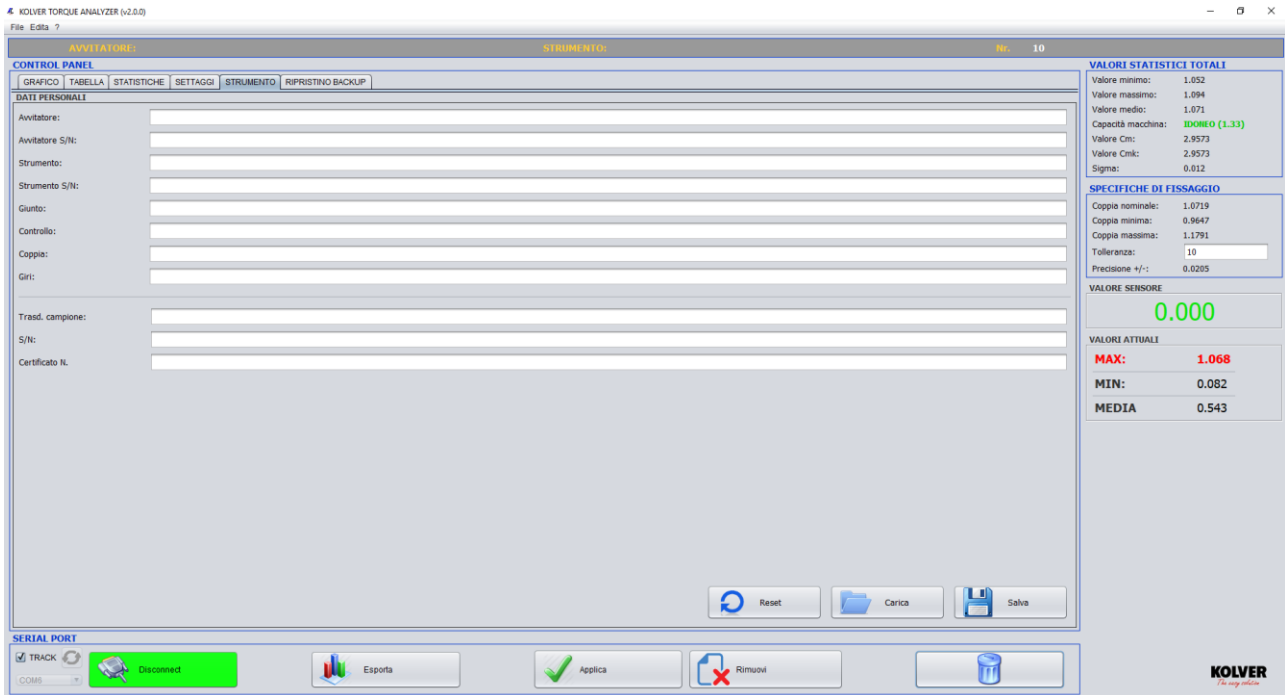

Fig.8: Sezione "STRUMENTO".
- E. STRUMENTO:** In questa sezione si possono inserire tutti i dati relativi al sistema di misura utilizzato nei test di coppia con la possibilità di salvarli e caricarli qualora fosse necessario, (Fig.8).